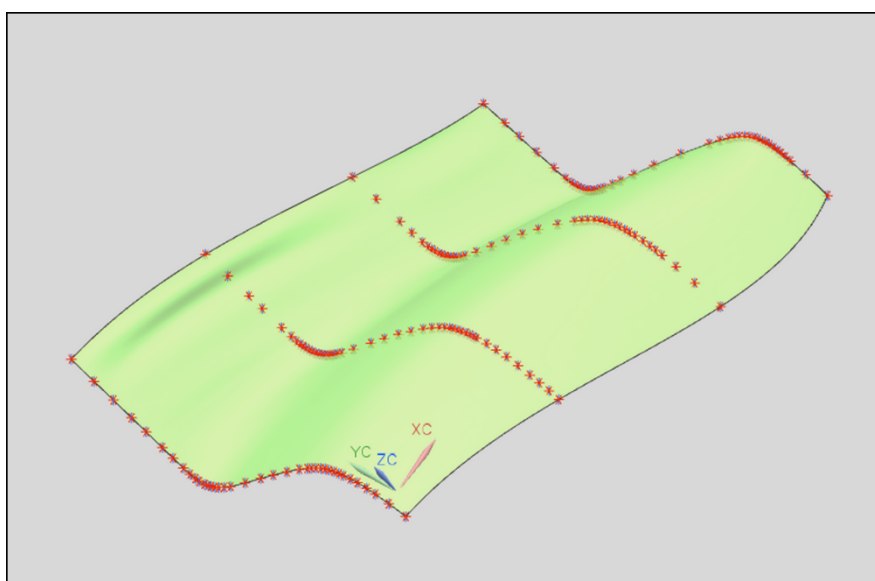

Рис. 1.6. Поверхность свободной формы, созданная с помощью опции **По точкам**
- после активации опции **Все точки заданы** в графическом окне создается поверхность свободной формы (рис. 1.6).